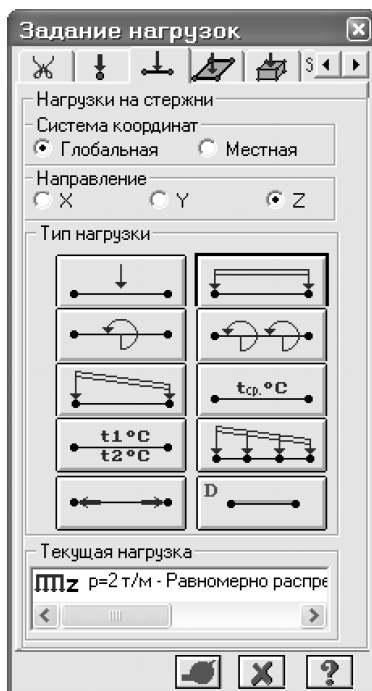

Рис.1.11. Диалоговое окно Задание нагрузок
*Нагрузки на узлы и элементы задаются с помощью диалогового окна **Задание нагрузок** (рис.1.11), которое вызывается из меню **Нагрузки ⇒ Нагрузка на узлы и элементы** (кнопка  на панели инструментов).*
- Вызовите диалоговое окно **Задание нагрузок** (рис.1.11) с помощью меню **Нагрузки** ⇨ **Нагрузка на узлы и элементы** (кнопка  на панели инструментов).